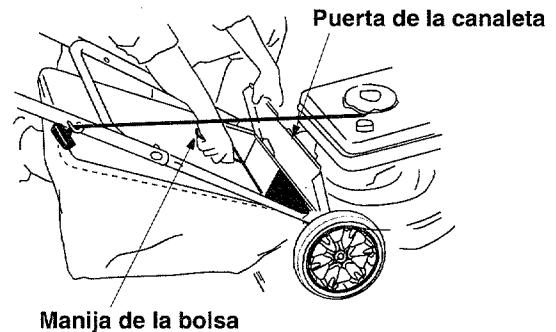

Figura 10
- Levante la puerta de descarga y tire de la bolsa de c3sped fuera de la cortadora seg3n se muestra en la Figura 10.